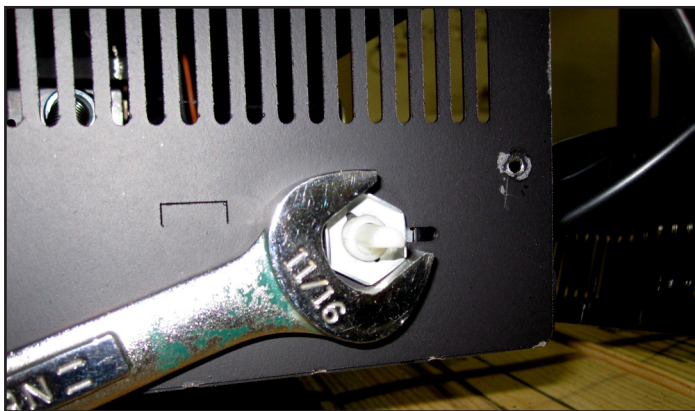
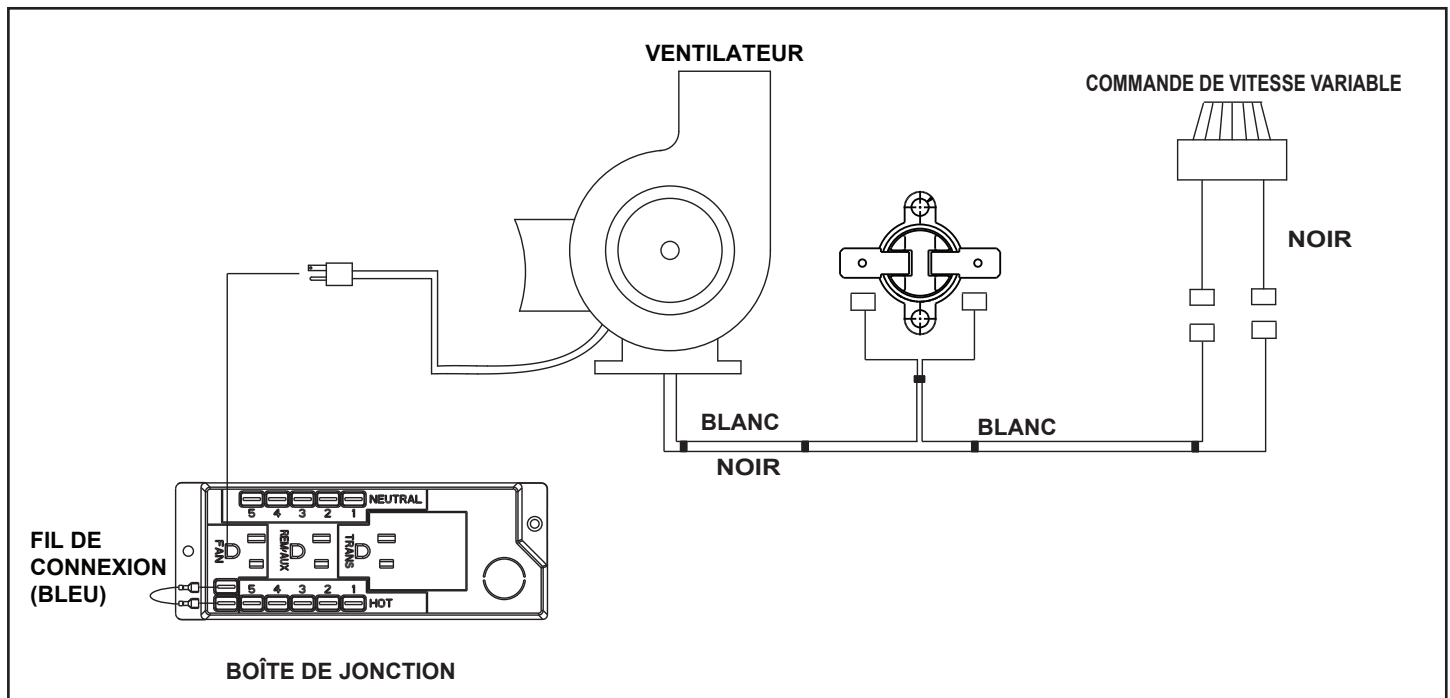

Figure 8.8 Installer le réglage de vitesse à l'aide de l'écrou Pal
Figure 8.9 Schéma de câblage du ventilateur
6. Installation du réglage de la vitesse (rhéostat). Le réglage de la vitesse s'installe dans le coin arrière droit du bac de composants. Insérez la tige du réglage de la vitesse dans le trou du côté droit du couvercle. Utilisez l'écrou Pal et une clé de 17,5 mm (11/16 po) pour l'attacher. Voir la figure 8.8. Connectez les fils noir et blanc passant sous le poêle, tel qu'indiqué à la figure 8.9 (schéma de câblage) aux fils du réglage de la vitesse. Utilisez le fil de raccordement bleu fourni dans le sac de composants du poêle pour effectuer la connexion aux bornes de la boîte de jonction, comme illustré à la figure 8.9. Enfoncez le bouton de réglage de la vitesse sur la tige. Attachez les fils au moyen des attaches autobloquantes fournies pour éviter qu'ils ne gênent.
7. Branchez le ventilateur dans la prise étiquetée « FAN » de la boîte de jonction. Voir la Figure 8.9. Le ventilateur de convection ne fonctionnera que si le poêle est assez chaud pour actionner le disque d'arrêt. Cela peut prendre jusqu'à 15 minutes, selon la température de la pièce. De même, le ventilateur de convection ne s'arrêtera que si le poêle est assez froid pour couper le disque d'arrêt.